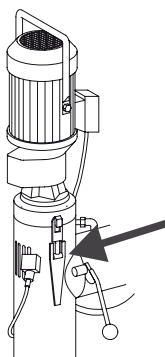

Bild 20: Arretierung des Pumpenmotors
- Arretierung des Pumpenmotors lösen (Bild 20)